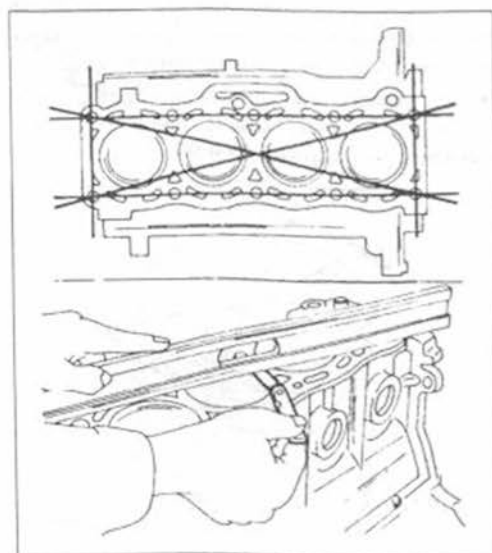

Рис. 95.
- Вышеуказанные измерения производить в продольном направлении блока (направление Y и X), и после этого еще раз произвести в поперечном направлении блока на той же самой глубине. Записать все шесть результатов. Разница между верхним и нижним замерами дает сужение. Разница между продольным и поперечным размерами указывает на качество (радиальное биение). Ни в каком месте диаметр не должен отклоняться от номинального размера больше чем на 0,15 мм. Данные в главе 2.5.2 превышения даются для различных двигателей, и блок должен соответственно дошлифоваться. Плоскость блока цилиндров показанным на рис. 95 способом контролируется на коробление. Блок замеряется в продольном, поперечном и диагональном направлениях. Вставляемый шаблон не может иметь толщину больше чем 0,15 мм (у дизельного двигателя — 0,10 мм). У бензинового двигателя для плоскости блока цилиндров можно применять торцевое шлифование, т. е. можно сошлифовывать до 0,20 мм толщины материала. У дизельного двигателя это не разрешается, и блок цилиндров дол-